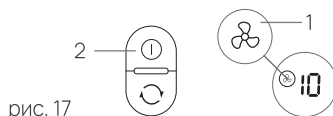

рис. 17
2. Нажмите и удерживайте кнопку выбора режима на ручке в течение 3-4 секунд. Пылесос начнет сушку роликового валика без предварительной его очистки водой. На дисплее загорится соответствующий индикатор и прозвучит голосовая команда «Начало сушки роликового валика» (рис. 17).